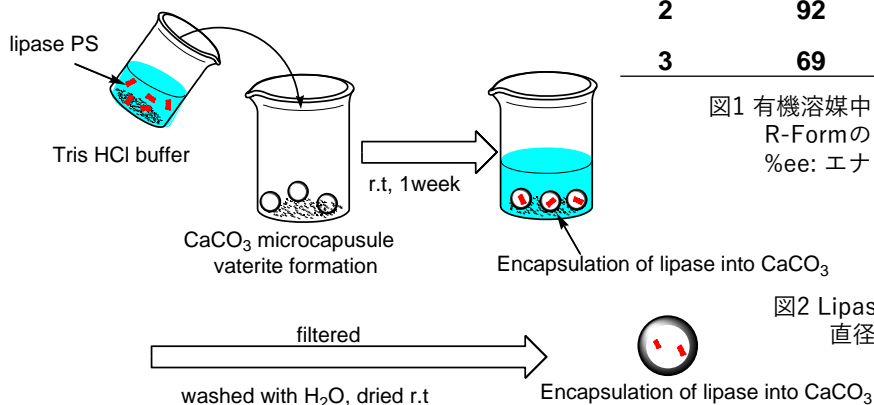

図2 Lipase PS mCapの調製法
- Lipase PS μCapの調製は、図2に示した方法により作製しました。